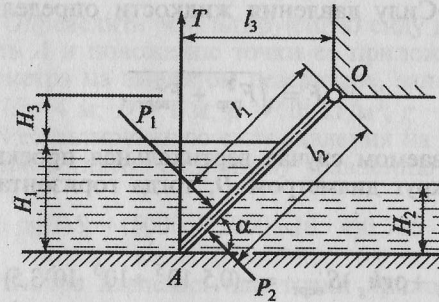

Рис. 3.17
**Задача 3.17.** Щит, перекрывающий канал, расположен под углом  $\alpha = 45^\circ$  к горизонту и закреплен шарнирно к опоре над водой (рис. 3.17). Определить усилие, которое необходимо приложить к тросу для открывания щита, если ширина щита  $b = 2 \text{ м}$ , глубина воды перед щитом  $H_1 = 2,5 \text{ м}$ , после щита  $H_2 = 1,5 \text{ м}$ . Шарнир расположен над высоким уровнем воды на расстоянии  $H_3 = 1 \text{ м}$ . Весом щита и трением в шарнире можно пренебречь.